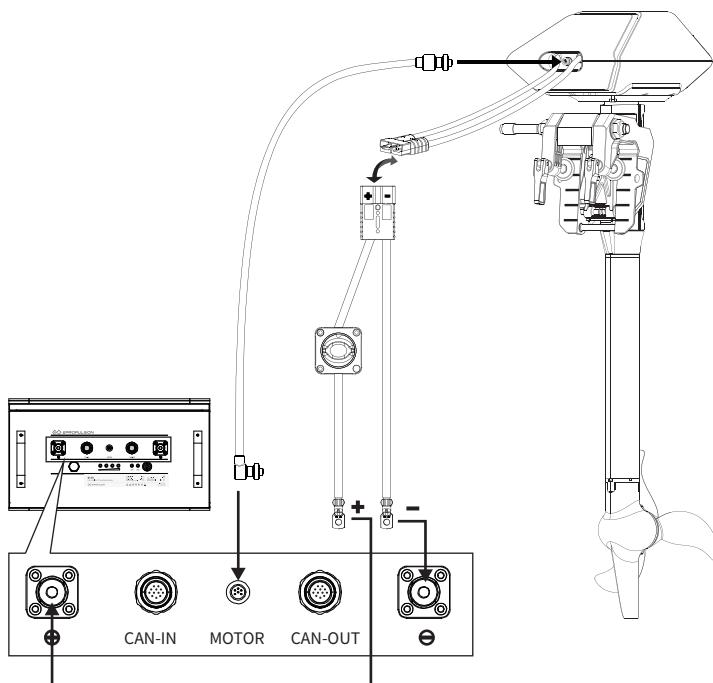

图2-1
① 连接机器电源线到电池。
② 若与逸动科技船外机连接，为了更好的获取电量信息，请用通讯线（需另外购买）将机器和电池正确连接（参考图2-1）。